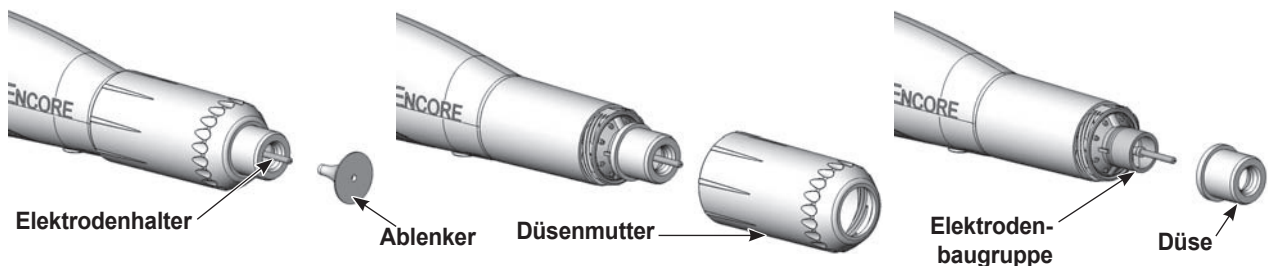

Abbildung 4-8 Ersetzen einer Konusedüse
2. Siehe Abbildung 4-8. Den Ablenker vorsichtig von der Elektrodenbaugruppe abziehen. Wenn nur der Ablenker ersetzt wird, den neuen vorsichtig auf der Elektrodenbaugruppe installieren und den Elektrodendraht nicht verbiegen.